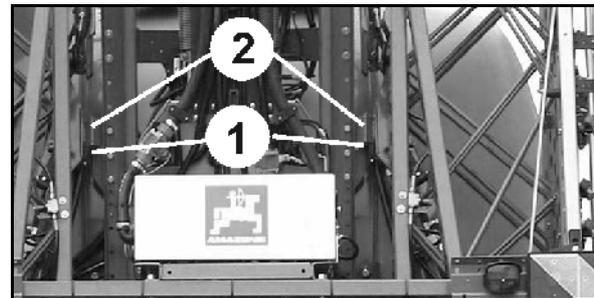

Fig. 66
2. Senken Sie das Spritz-Gestänge über die Höhen-Verstellung vollständig ab, bis die Fanghalter (Fig. 66 /1) die Fangtaschen (Fig. 66 /2) aufnehmen.
Fig. 66 zeigt das verriegelte Spritzgestänge.
Richten Sie das Spritz-Gestänge über die Neigungs-Verstellung aus, wenn die Fanghalter (Fig. 66 /1) die Fangtaschen (Fig. 66 /2) nicht aufnehmen.